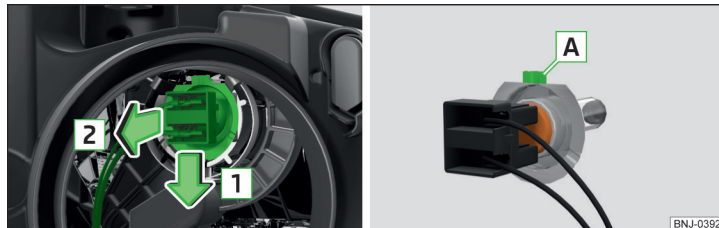

Fig. 288 Sostituzione della lampadina per anabbaglianti e abbaglianti
- Allentare la spina con la lampadina in direzione della freccia **[1]** » fig. 288.